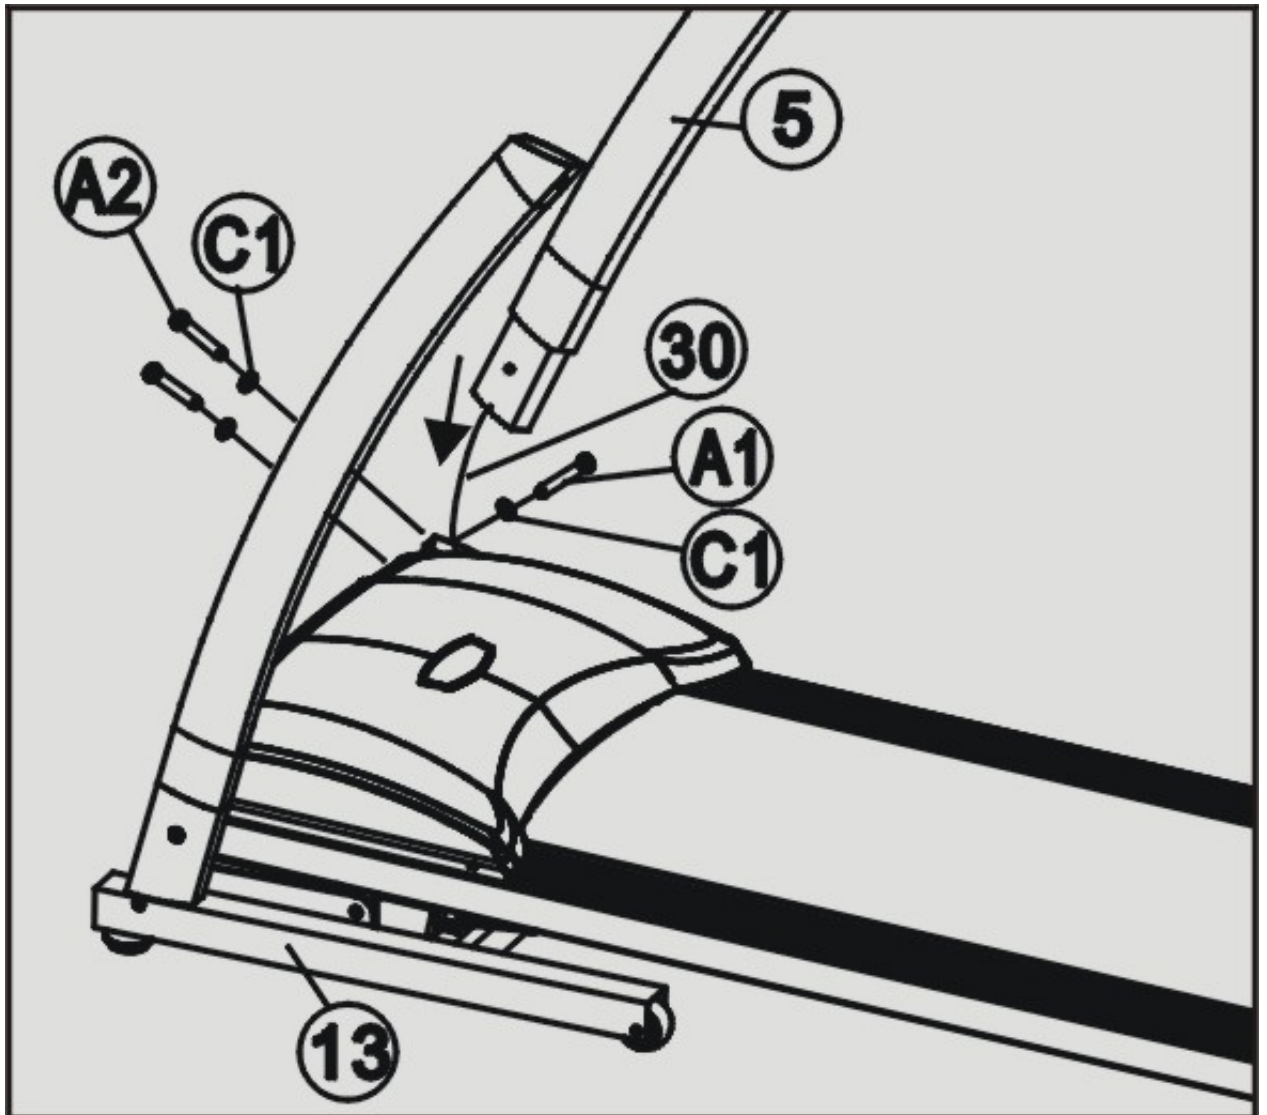

Figure 2
Die Signalleitung (30) durch die rechte senkrechte Stange (5) ziehen, diese in den Basisrahmen (13) stecken und vorn mit zwei Bolzen M8 x 20 (A2) und zwei Unterlegscheiben $\varnothing 8$ (C1) und seitlich mit einem Bolzen M8 x 45 (A1) und einer Unterlegscheibe $\varnothing 8$ (C1) befestigen. Die Bolzen nicht fest anziehen. (Siehe Abbildung 2)